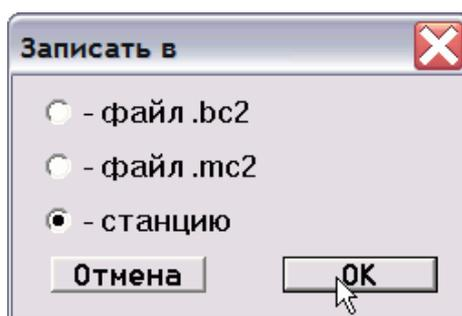

Рисунок 106
3. Перейдите в меню «Файл» → «Экспорт», в окне «Записать в» выберите пункт «станцию» и нажмите «ОК» (рисунок 106).